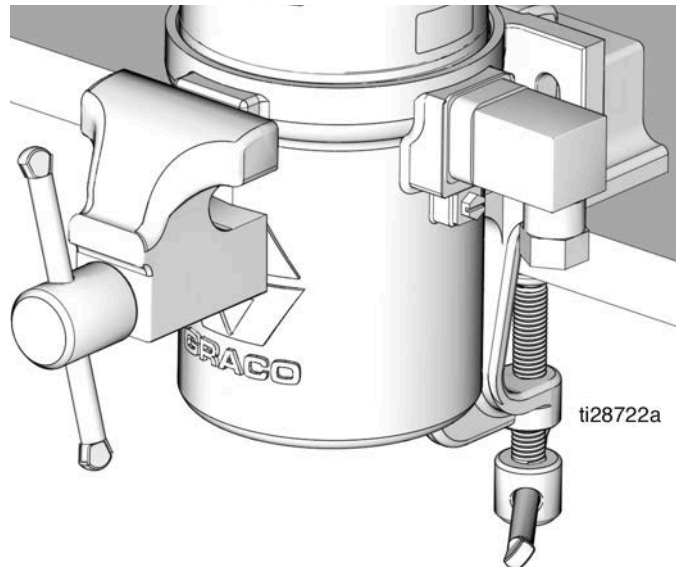

FIG. 12
8. Serrez la base de la pompe dans un étau comme illustré à la FIG. 12. Utilisez un étau à mâchoire tendre ou placez un chiffon dans la mâchoire pour protéger la surface de la base de la pompe.